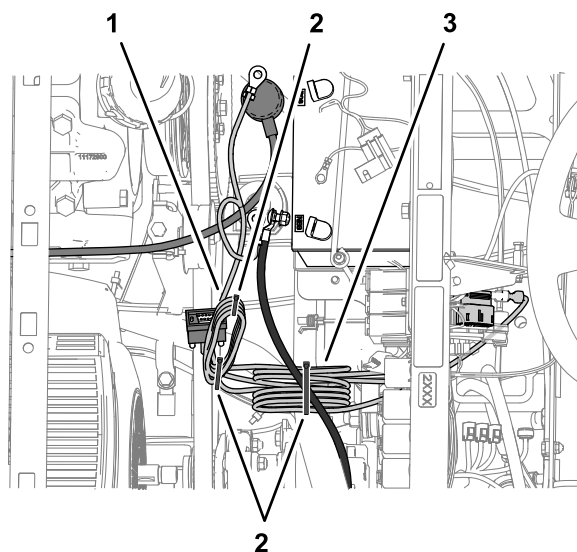

Рисунок 188
6. Рядом с блоком предохранителей соберите в виде связки жгут проводов питания модема у 9-штыревого разъема с маркировкой RS232 и закрепите жгут проводов 2 кабельными стяжками, как показано на Рисунок 188.
7. Соберите в виде связки жгут проводов питания модема рядом с отрицательным кабелем аккумулятора и прикрепите эту связку к кабелю аккумулятора с помощью кабельной стяжки, как показано на Рисунок 188.